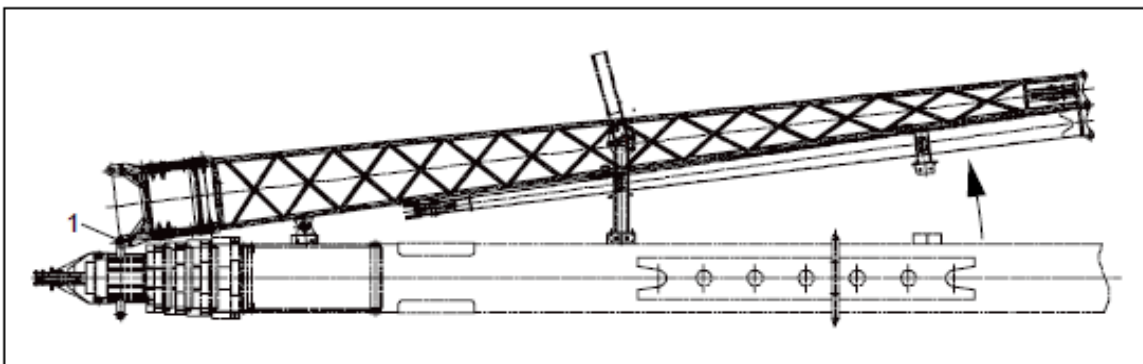

Fig.4-3.34
4) Retire o pino do eixo B no braço (ver Fig.4-3,33), empurre o braço com o cilindro de retração da lança, gire-o em torno do eixo do pino A para alinhar o orifício do pino no braço com a lança. Insira o pino de eixo C. Veja Fig.4-3.34.